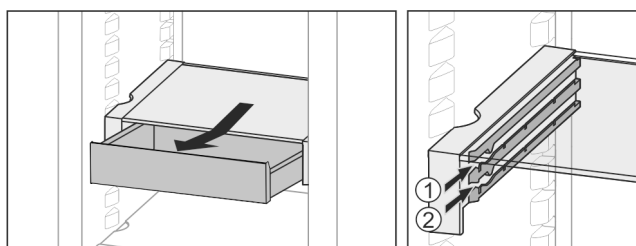

Fig. 27
- ▶ Zasuňte v libovolné výšce Fig. 27 (1) nebo Fig. 27 (2).